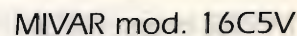

Figura 2 – TVC MIVAR mod. 16C5V: schema scansione O.e.V. ed EAT.
Affinché le tensioni prodotte sui secondari del trasformatore switching siano stabili, questo integrato riceve i segnali di sincronizzazione dall'integrato TEA2029, inserito sul lato dei secondari del trasformatore switching (figura 2), e che svolge anche le funzioni di oscillatore verticale e orizzontale. I due integrati, collegati tra loro mediante un piccolo trasformatore d'impulsi, formano una coppia chiamata Master-Slave, di cui il TEA2164 è lo slave.
- 1 - Tolta la spina di rete, si scollega anzitutto il transistor finale di riga T503 (figura 2) e se ne controlla l'efficienza (potrebbe esserci un corto tra emettitore e collettore). È risultato in ottimo stato.
- 5 - Accendere il TVC e controllare che, alla pressione di un tasto di canale, l'oscillatore orizzontale funzioni regolarmente (forma d'onda indicata a schema di figura 2).